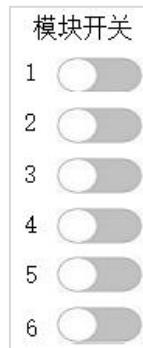

图 6-2 模块开关状态窗口
(6) 启动键右侧 表示各模块开关机快捷键，点击则弹出各模块开关状态下拉框，如下图 6-2 所示。点击 1-6 模块状态开关，则可控制各模块启动停机状态，绿色为启动状态，灰色为停机状态。点击窗口空白处，则窗口退出。